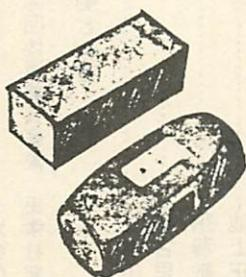

図4 あたま作り
るよう注意を与える。④材料を渡し、けがきをさせる。⑤頭部の穴を角ノミであける。⑥柄を、木工やすりで削り落とさせる。⑦頭部も木工やすりで、各自の好みの形に削らせる。（図4、5）⑧紙やすりで仕上げる。⑨組み立てる。